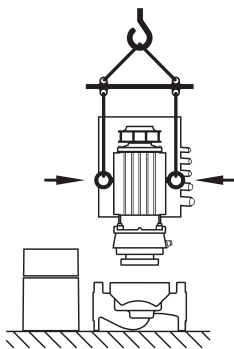

Fig. 25: Ievietojamā moduļa transportēšana
- Ja transportēšanas cilpas tiks vai ir no motora atloka uzstādītas uz motora korpusa, ir atļauta tikai ievietojamā moduļa (Fig. 25) pārnēsāšana un transportēšana, bet ne visa sūkņa transportēšana, kā arī tās nav paredzētas ievietojamā moduļa atdalīšanai no sūkņa korpusa (jāņem vērā, ka iepriekš jādemonē un pēc tam jāuzstāda distanceri).